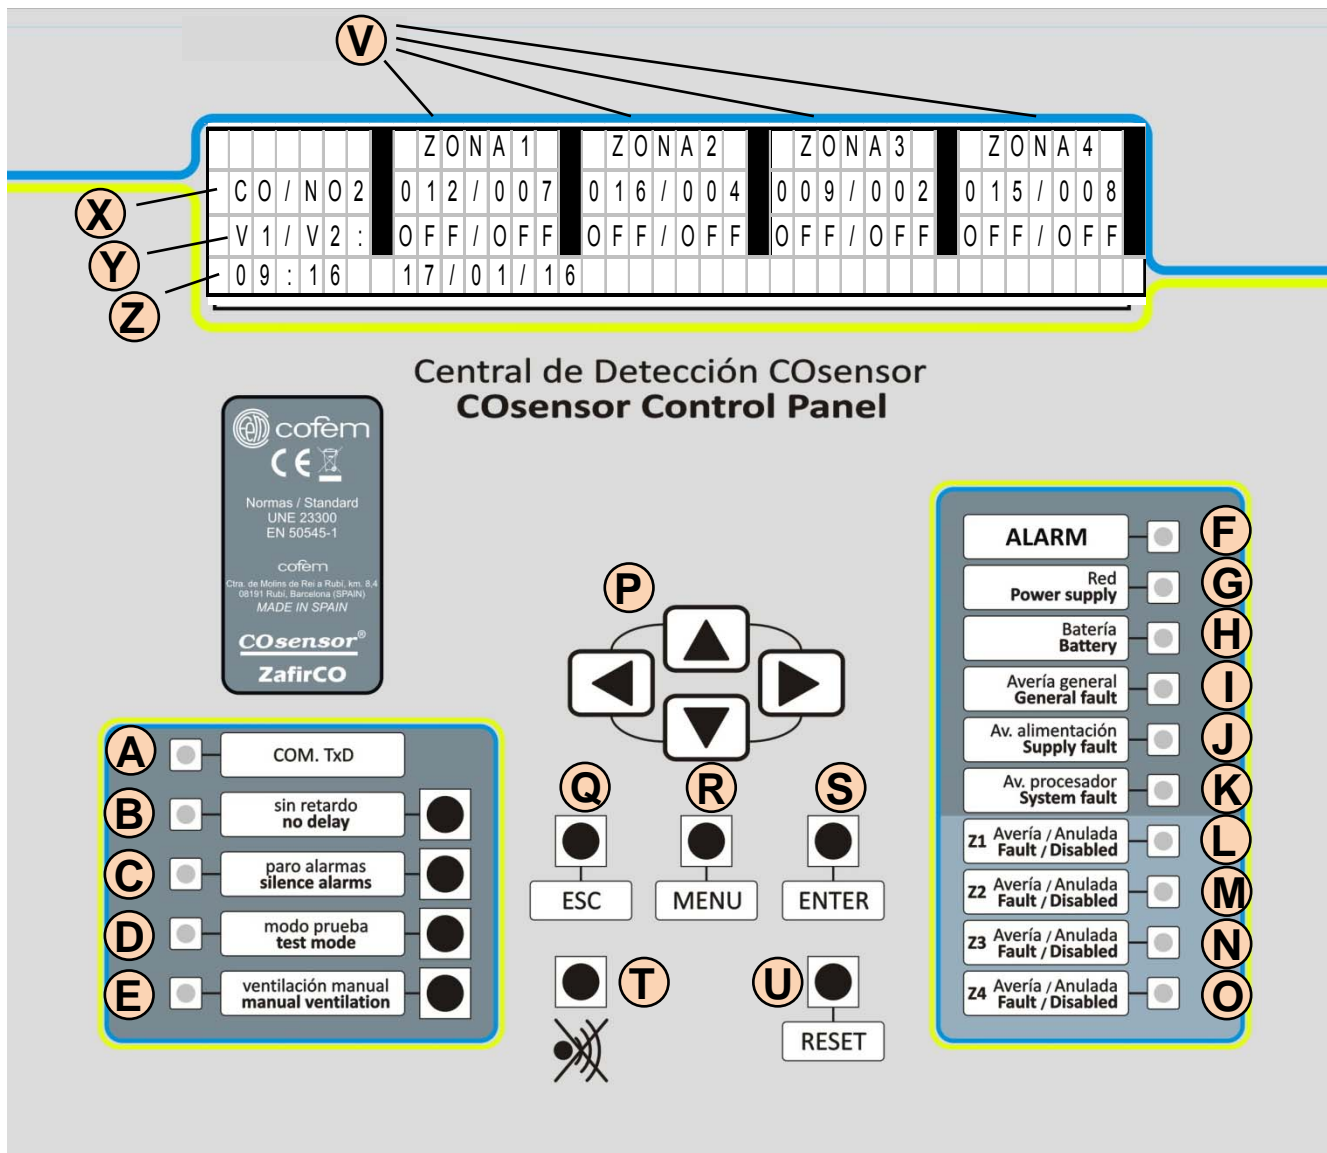

Figura 10: Panel de control de la central
9. La central debe quedar en estado de trabajo con el led de red encendido (letra G en la figura 10).
Una vez comprobado el funcionamiento correcto de estos relés y la indicación correcta de esta acción en el panel de control (parpadeo del led de modo manual indicado con la letra E en la figura 10), si la central es modelo DVB, se puede presionar el botón de "ventilación manual" por segunda vez, con lo que se activarán los relés de salida de la ventilación 2 de todas las zonas y se iluminará de forma fija el led de modo manual (letra E de la figura 10).
Una vez comprobadas estas salidas y led del panel de control, presionando nuevamente el botón "Ventilación manual", la central recupera el modo automático de funcionamiento apagándose el led de Ventilación manual (letra E de la figura 10). Si es necesario, en el menú 1 de la central (ver capítulo 10), punto 5, se pueden activar y desactivar las salidas de ventilación de cada zona de forma individual.
Si el modelo de central es DVB, desconectar la alimentación de red de la central. La central debe activar el zumbador, apagar el led de "Red" (letra G en la figura 10), y encender el led de "Batería" (letra H de la figura 10).
Después de verificar que el sistema es estable y se mantiene funcionando normalmente, volver a conectar la alimentación de red. El led de baterías (letra H de la figura 10) se debe apagar y el led de red (Led G de la figura 10) encender.
Poner las zonas en modo prueba presionando la tecla "modo prueba" (letra D de la figura 10) en la central. En este modo de funcionamiento, se modifica el comportamiento del led del sensor y se desactivan todos los relés de todas las zonas.